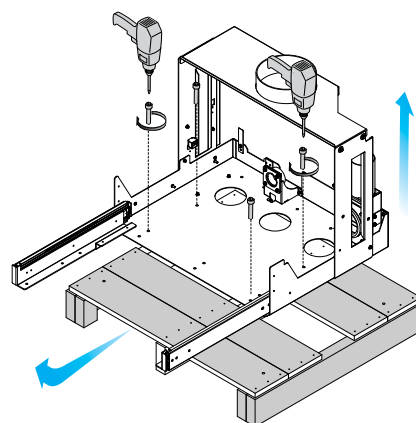

fig. 6.1.7
- 7) Retirar los tornillos de fijación del palet de la base y retirar el palet (fig. 6.1.7).